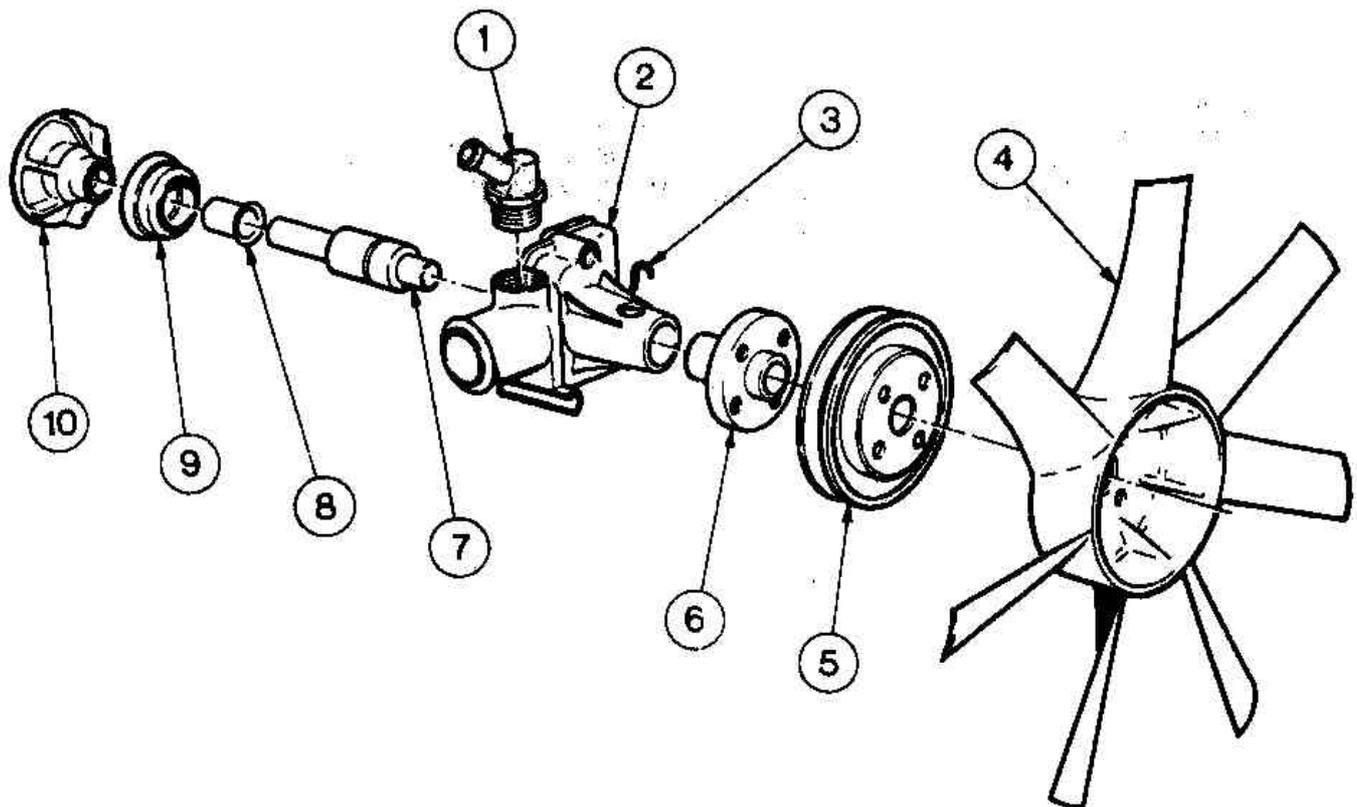

Рис. 2.10. Части водяной помпы (Разд. 9).
2. Обратитесь к Рис.2.10 и при помощи универсального треножного съемника и подходящего упора снимите втулку с вала водяной помпы.
12. Наденьте на вал новое уплотнение и запрессуйте крыльчатку на вал до получения зазора в 0.76 мм между крыльчаткой и торцом корпуса (Рис.2.10). Во время этой операции маслоотражатель будет установлен на место крыльчаткой.